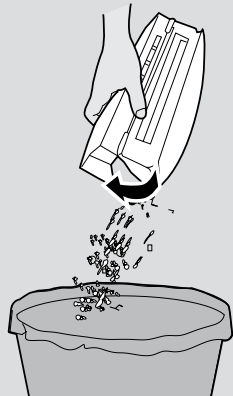

Fig. 18
2. Håll dammbehållaren över en papperskorg. [Fig. 18]